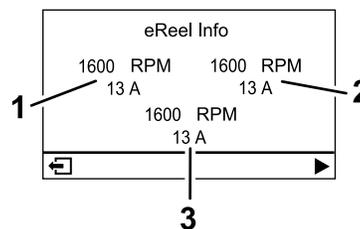

图 19
- **eReel 马达屏幕**图 19 显示每个滚刀组马达的速度和电流。